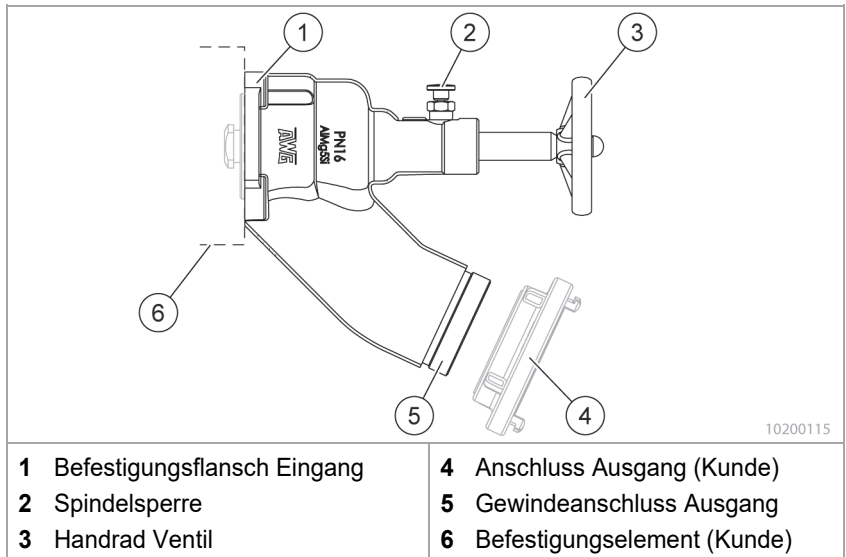

Fig. 2 Handhabung
Im Text steht ein Hinweis auf eine Abbildung mit Positionsnummer in Klammern: (Fig. 2/4) bedeutet Positionsnummer 4 in Abbildung 2.
3. Das Handrad (Fig. 2/3) durch Drehen gegen den Uhrzeigersinn vollständig öffnen.
Hinweis Durch Lösen der Spindelsperre (Fig. 2/2) am Ventilhals wird die Rückschlagwirkung aufgehoben, das Ventil ist dann permanent geöffnet.
3. Das Handrad (Fig. 2/3) durch Drehen im Uhrzeigersinn vollständig schließen.